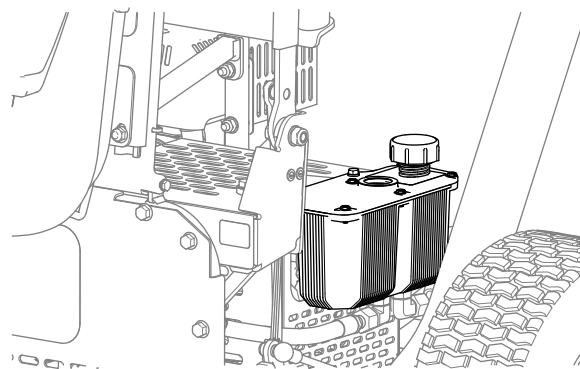

Figura 38
4. Em seguida, volte a montar a tampa do reservatório (Figura 38).
2. Retire a tampa do reservatório hidráulico (Figura 38).